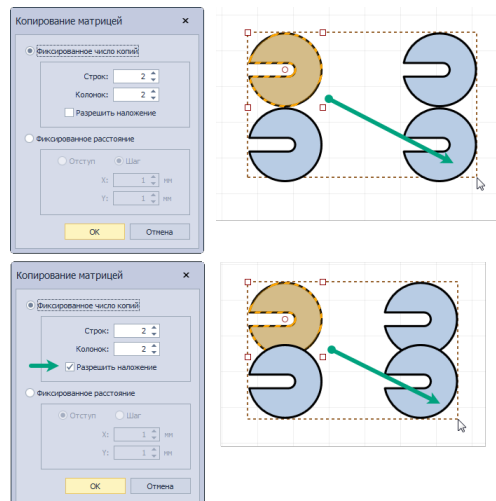

Рис. 380 Фиксированное число копий.
- Фиксированное число копий, см. Рис. 380.